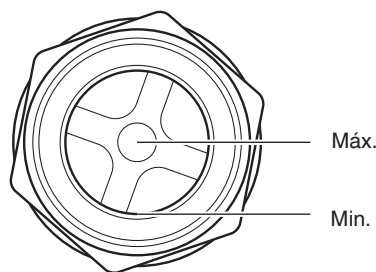

Fig. 8
Antes de iniciar el compresor, tire de la anilla de la válvula de seguridad para asegurarse de que esta opera con suavidad. (Fig. 8) No utilice el compresor si la válvula de seguridad está bloqueada o no opera con suavidad. Solicite a un centro de servicio autorizado de Hitachi que reemplace la válvula de seguridad defectuosa.
- D) Controlar diariamente el nivel de aceite para verificar que no supere la muesca máxima ni descienda por debajo de la muesca de mínimo de la mirilla del nivel de aceite. (Fig. 8)
Vierta el aceite a través del orificio del cárter hasta el nivel indicado en el cristal de visión de aceite (refiérase a la Fig. 8).